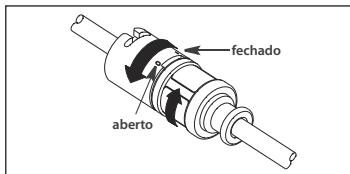

Figura 6
- b. Se estiver a utilizar uma proteção contra contaminação do cateter com um adaptador TwistLock, rode a metade superior do conector distal no sentido horário para fixar o cateter em posição. Repositione a extremidade proximal da proteção do cateter, conforme pretendido. Rode as metades superior e inferior em sentidos opostos, para fixar em posição. Teste o adaptador puxando o cateter com suavidade para garantir uma fixação segura no cateter (ver Figura 6).